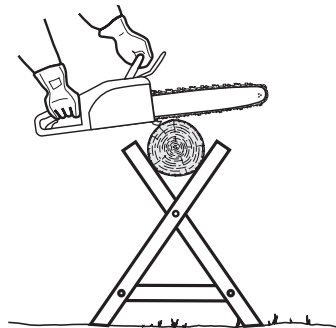

Fig. 42
- > Posez les petits rondins sur un tréteau ou sur un autre rondin pour les couper (Fig. 42).